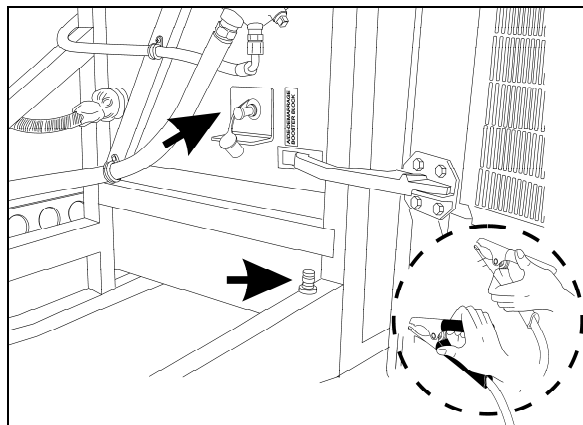

FIGURE 15 : BLOC DE DÉMARRAGE SECOURS
1. Brancher une extrémité d'un câble d'appoint rouge à la borne positive (+) de la source d'alimentation d'appoint et l'autre extrémité à la borne positive (+) du bloc de démarrage secours, situé à la droite du compartiment moteur (se référer à FIGURE 15).